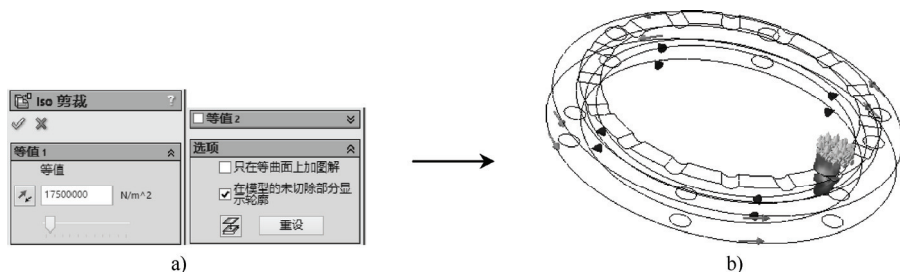

图 9-70 设置“ISO 剪裁”操作和操作效果
STEP 12 在图 9-69a 所示的“截面”属性管理器中单击“剪裁 开/关”按钮, 关闭截面剪裁效果, 然后右键单击“应力 1”项, 在弹出的快捷菜单中选择“ISO 剪裁”菜单项, 设置剪裁等值为“1750000”, 查看剪裁效果, 如图 9-70 所示。